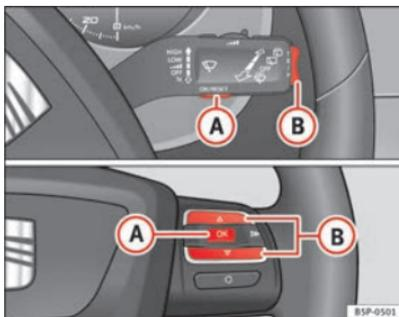

Abb. 41 Wipptasten A und B. Bedienelemente am Lenkrad.
- Zum Umschalten von einem Speicher auf einen anderen drücken Sie bei eingeschalteter Zündung kurz die Taste  $\Rightarrow$  Seite 65, Abb. 41 **A** am Scheibenwischerhebel oder die Taste **A** der Bedienelemente am Lenkrad  $\Rightarrow$  Seite 65, Abb. 41.